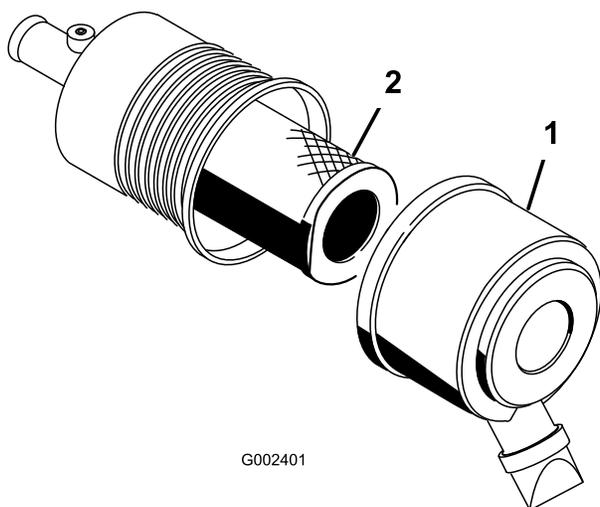

Рисунок 42
1. Освободите защелки воздухоочистителя и отделите крышку от корпуса воздухоочистителя (Рисунок 42).
3. Осторожно извлеките фильтр грубой очистки из корпуса воздухоочистителя (Рисунок 42).
6. При замене контрольного фильтра будьте осторожны, вставляя новый фильтр в корпус фильтра (Рисунок 42).
7. Осторожно вставьте фильтр грубой очистки поверх контрольного фильтра (Рисунок 42).
8. Установите крышку воздухоочистителя таким образом, чтобы сторона, обозначенная как UP, была обращена вверх, и закройте защелки (Рисунок 42).